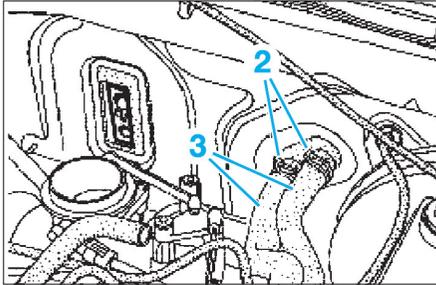
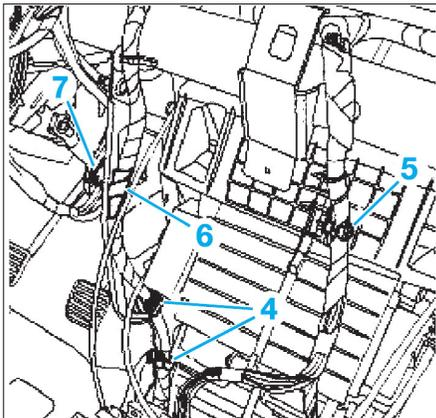
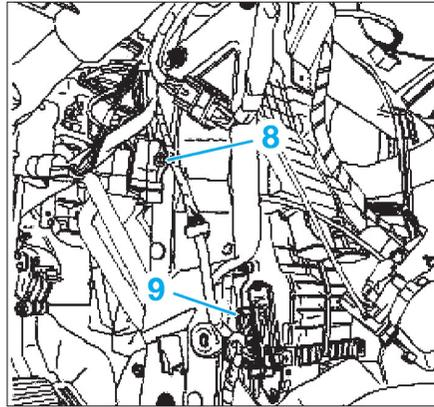

Fig. 13
Fig. 14
Fig. 15
- Déposer les colliers (2) (Fig.13).
- le faisceau électrique en (4), (5) et (6) (Fig.14),
- le connecteur du contacteur de démarrage (7) de son support
- la vis (8) du support des résistances de chauffage (Fig.15),
- Débrancher le connecteur de la résistance de chauffage (9).
- Désaccoupler les durits (3) de l'aérotherme.
- le faisceau électrique en (4) et (6) (Fig.14),
- le connecteur du contacteur de démarrage (7) de son support.